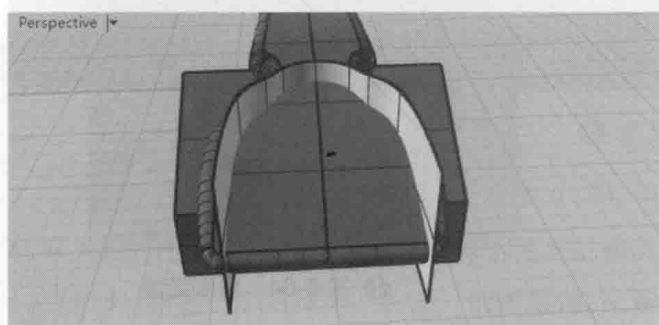

图 5-69 挤出曲线成面
(23) 利用工具箱中的  /【直线挤出】按钮 ，将绘制好的多重直线沿直线挤出成为曲面，效果如图 5-69 所示。